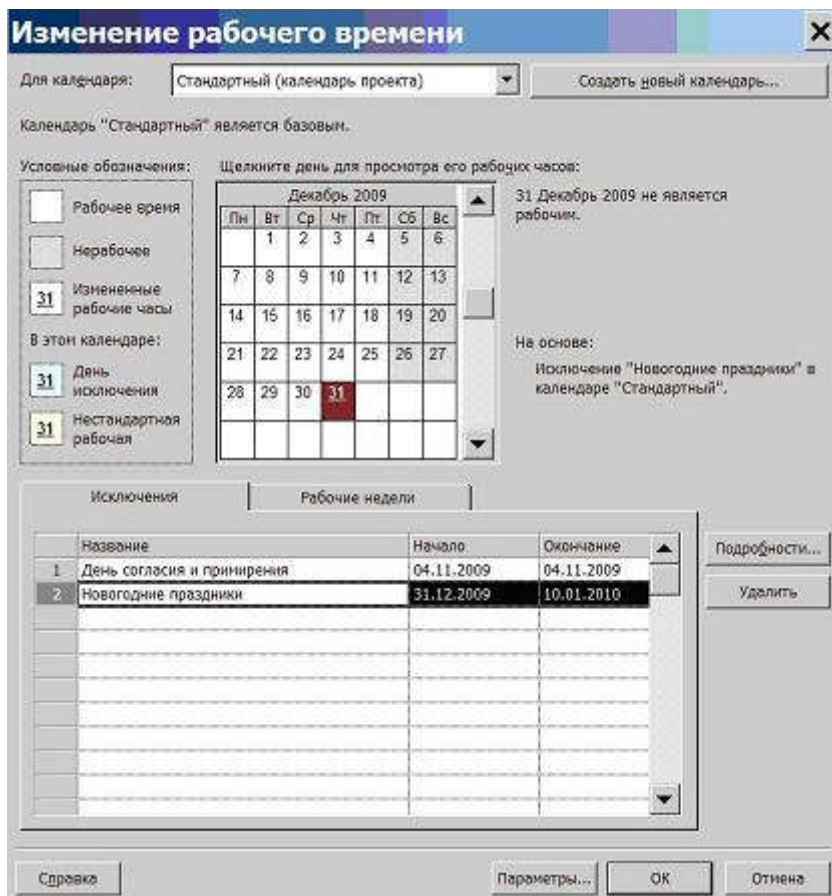

Рис. 3.19. Результат ввода исключений
- Аналогично добавить исключение Новогодние праздники, начинающееся 31.12.09 и заканчивающееся 10.01.10. Итоговый вид окна после всех преобразований изображен на рис. 3.19.